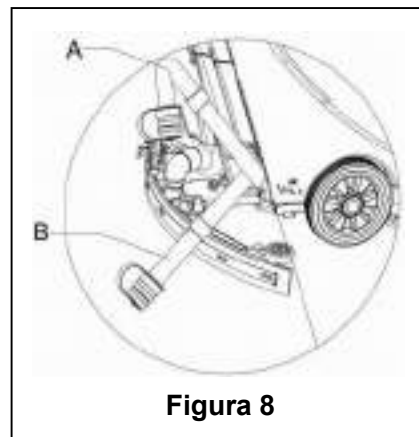

Figura 8
- Utilize o puxador de elevação do squeegee (14) para elevar o squeegee.
- Agarre o guião (2) e incline gentilmente a máquina para trás até a roda de guia tocar no chão. (Para acoplamento da máquina refira à secção de paragem da máquina).
- Retire a mangueira de drenagem do clipe de fixação, dobre a ponta superior da mangueira (como mostrado em **A, Figura 8**), e abra a tampa da mangueira de drenagem, baixe-a para um nível baixo ou coloque-a no chão para drenar a água. Alternativamente, baixe-a para um nível
baixo ou coloque-a no chão para que a saída de água fique apontada para baixo (como mostrado em **B, Figura 8**), e gire para abrir a tampa de drenagem de água para drenar a água de desperdício no tanque. Após terminar de drenar, utilize água pura para limpar o interior do tanque de recuperação.
Quando drenar a água de desperdício, o tubo de vácuo para desperdício deve ser dobrado ou baixado para uma posição baixa (como mostrado na Figura 8 em **A** ou **B**). Abra a tampa do tubo de vácuo para desperdícios para drenar a água. Não aponte a saída do tubo de vácuo para desperdícios para cima com objectivo de drenar a água verticalmente. Isto serve para evitar que salpique o operador.